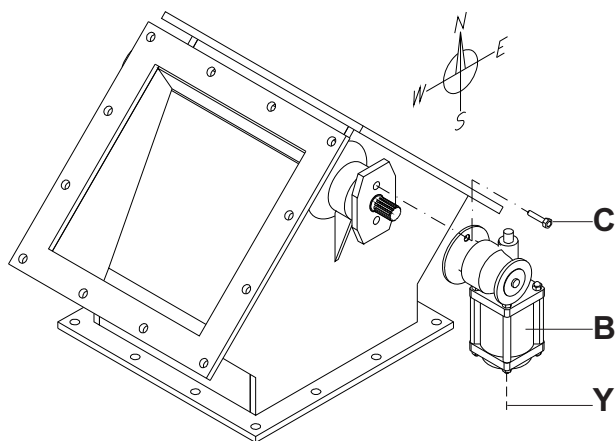

Fig. 1
- Push the flap to the left (fig. 1).
- Before mounting the actuator, make sure that its piston is at end of stroke on the rear breech by turning with a spanner anti-clockwise until reaching this position. The pneumatic actuator (B) is fitted into the splined shaft of the valve body by pointing cylinder axis (Y) towards the 6 o'clock position, keeping the actuator vertical (fig. 1).
- Insert the two bolts (C) into their slots and firmly tighten with the spanner. Carry out a functional test.
- Den Flügel von Hand nach links drücken (Abb. 1).
- Vor der Antriebsmontage sicherstellen, daß der Zylinderkolben sich am Anschlag auf der hinteren Kappe befindet, indem man mit einem Schlüssel die Welle im Gegenurzeigersinn bis zum Anschlag dreht. Das Einstecken des pneumatischen Antriebs (B) in die Keilwelle des Ventilkörpers so vornehmen, daß die Achse (Y) des Zylinders nach Süden zeigt, wobei der Antrieb in der Senkrechten gehalten werden muß (Abb.1).
- Die beiden Schrauben (C) in die entsprechenden Löcher stecken und sie mit dem Schlüssel fest anziehen. Einen Funktionstest durchführen.
- Placer manuellement la palette à gauche (fig. 1).
- Avant de monter l'actionneur vérifier que le piston est en fin de course sur la culasse arrière, en tournant une clé dans le sens inverse des aiguilles d'une montre, jusqu'au fin de course. L'introduction de l'actionneur pneumatique (B) dans l'arbre cannelé du corps de vanne doit être fait en pointant l'axe (Y) du cylindre vers le sud, en tenant l'actionneur à la verticale (fig. 1).
- Insérer les deux boulons (C) dans les trous prévus à cet effet et serrer fort avec une clé.
- Posizionare manualmente la palette a sinistra (fig.1).
- L'inserimento dell'attuatore pneumatico (B) nell'albero scanalato del corpo valvola va fatto puntando l'asse (Y) del cilindro verso sud, tenendo l'attuatore in verticale (fig.1).
- Inserire le due viti (C) negli appositi fori e serrare forte con chiave.